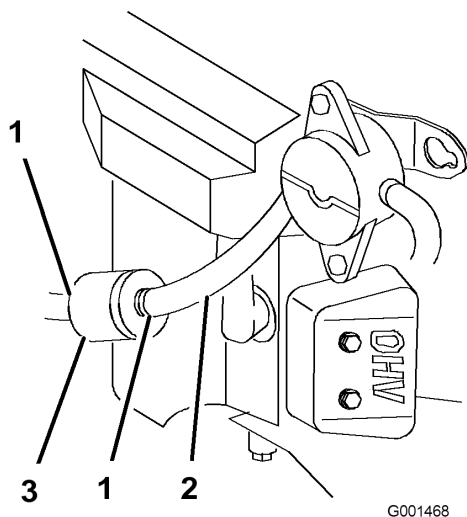

Figure 28
4. Pincez les extrémités des colliers et faites glisser ceux-ci pour les éloigner du filtre (Figure 28).